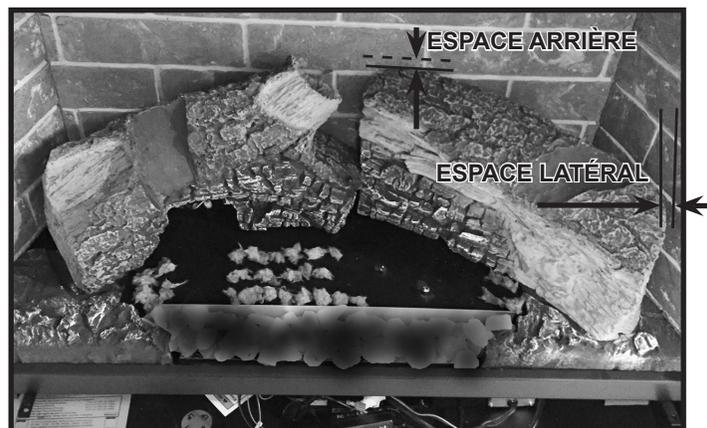

Figure 5. Bûche arrière droite installée
2. Retirez la grande bûche arrière droite de l'emballage et installez la bûche en la posant sur la tige de bûche arrière droite. Sur certains modèles, il pourrait être nécessaire de soulever légèrement la bûche arrière gauche pour installer la bûche arrière droite. Le côté droit de la bûche reposera sur l'encoche du composant de l'âtre droit. Voir la figure 5.
Modèles SL-7X et SL-9X : La bûche arrière droite sera positionnée pour toucher le réfractaire arrière (sans espace arrière). Il y aura un espace latéral approximatif de 19 mm (3/4 po) entre l'extrémité de la bûche droite et le panneau réfractaire droit (voir la figure 5).
Modèles SL-3X : La bûche arrière droite sera positionnée pour conserver un espace approximatif de 25 mm (1 po) entre la bûche arrière droite et le réfractaire arrière. La bûche arrière droite touchera au panneau réfractaire droit (aucun espace latéral). Voir la figure 5.
Modèles SL-5X : La bûche arrière droite sera positionnée pour conserver un espace d'environ 6 mm (1/4 po) entre la bûche arrière droite et le réfractaire arrière. La bûche arrière droite touchera au panneau réfractaire droit (aucun espace latéral). Voir la figure 5.